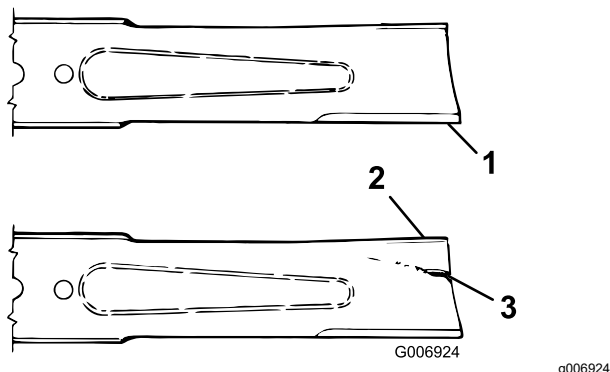

Figure 77
- Examinez attentivement les tranchants de la lame, particulièrement au point de rencontre de la partie plane et de l'ailette (Figure 77).
- Remplacez la lame si elle est usée (Figure 77) ; voir Contrôle du plan de lame \(page 71\).
Si la lame est trop usée, une entaille se forme entre l'ailette et la partie plane (Figure 77). La lame peut alors se briser et un morceau être projeté du dessous de la machine, vous blessant gravement ou une personne à proximité.